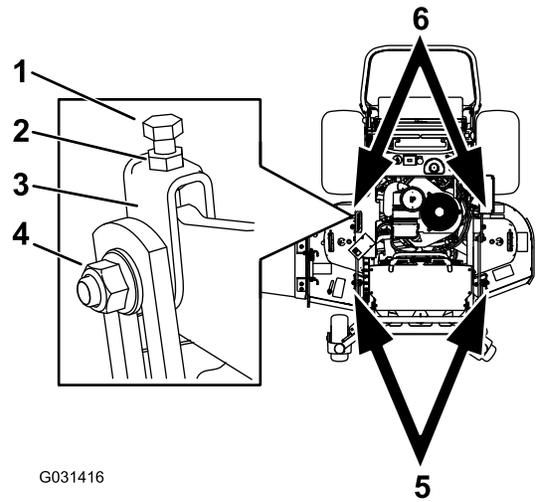

Bild 90
1. Lockern Sie die Klemmmutter und die seitliche Schraube in den Jochs, die Sie einstellen möchten (**Bild 90**).
2. Drehen Sie die obere Schraube der Jochs, um die Höhe des Mähwerks einzustellen (**Bild 90**).
5. Sollte die Einstellung nicht richtig sein, ermitteln Sie die zwei vorderen Jochs an der Maschine (Bild 90).